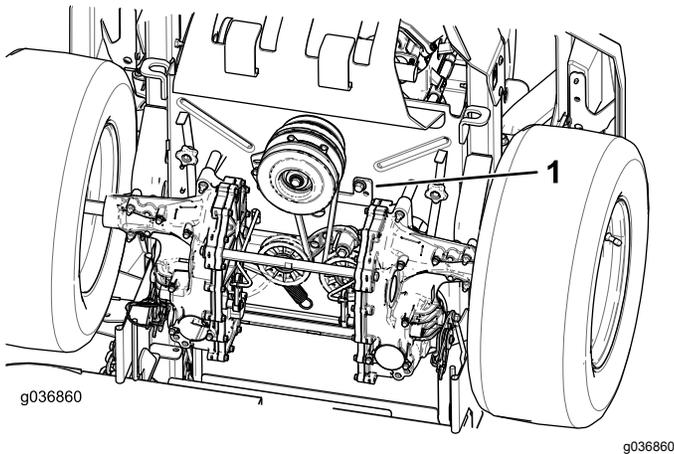

Figura 66
5. Togliete l'arresto della frizione (Figura 66).
9. Montate l'arresto della frizione (Figura 66).